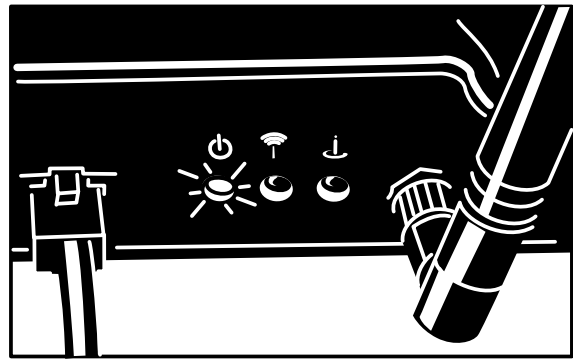

Bild 10
2. Stellen Sie sicher, dass die Stromlampe aufleuchtet (Bild 10).